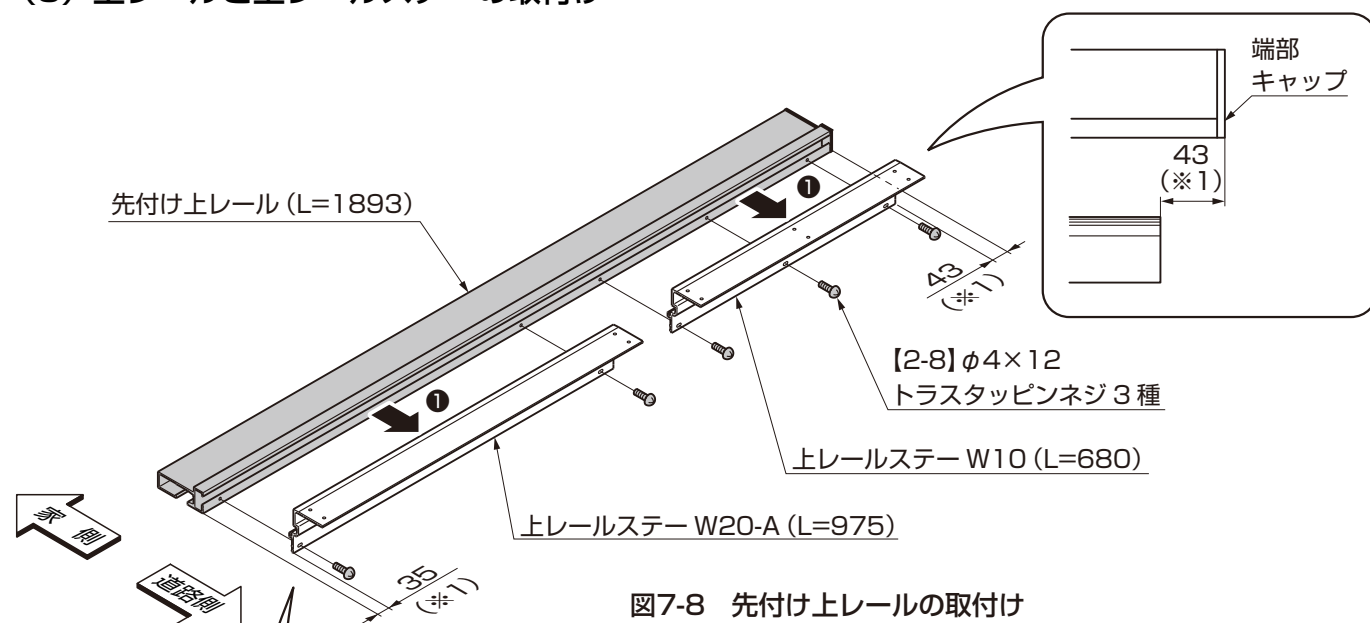

図7-8 先付け上レールの取付け
- ①先付け上レールのツメを上レールステーの溝にはめ込み、上図の位置 (※1) に【2-8】で取付けてください。(図7-8参照)